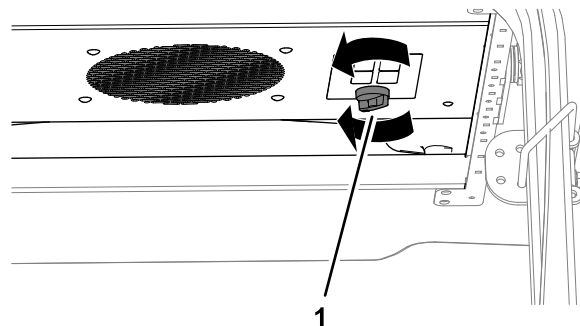

Figure 15
- Pour utiliser le ventilateur de refroidissement, tournez le bouton dans le sens horaire à la position BASSE VITESSE, MOYENNE VITESSE ou HAUTE VITESSE (Figure 15).
- Pour arrêter le ventilateur, tourner le bouton à fond dans le sens antihoraire à la position ARRÊT (Figure 15).